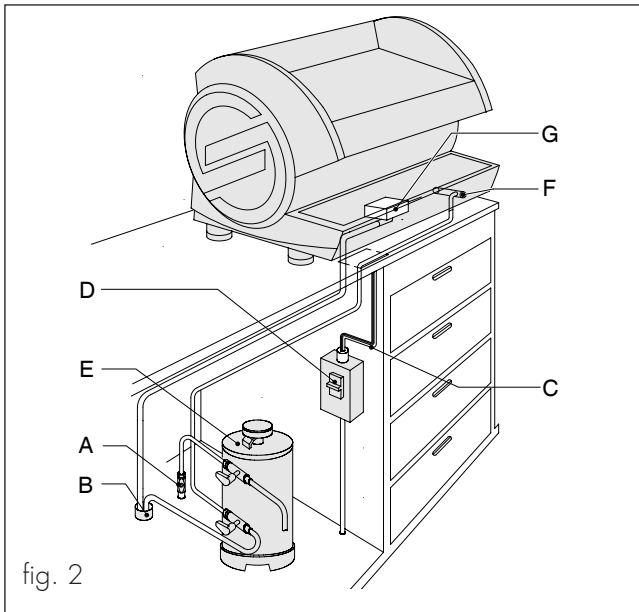

fig. 2
Ouvrir le robinet du réseau hydraulique (A) (fig. 2).
Fermer l'interrupteur de protection (D) (fig. 2).